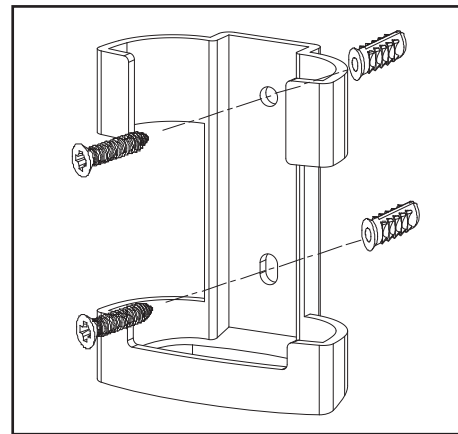

Figura 22
1. Coloca el soporte de pared en la posición deseada y fíjalo a la pared con los tornillos del soporte de pared incluidos. (Figura 22)